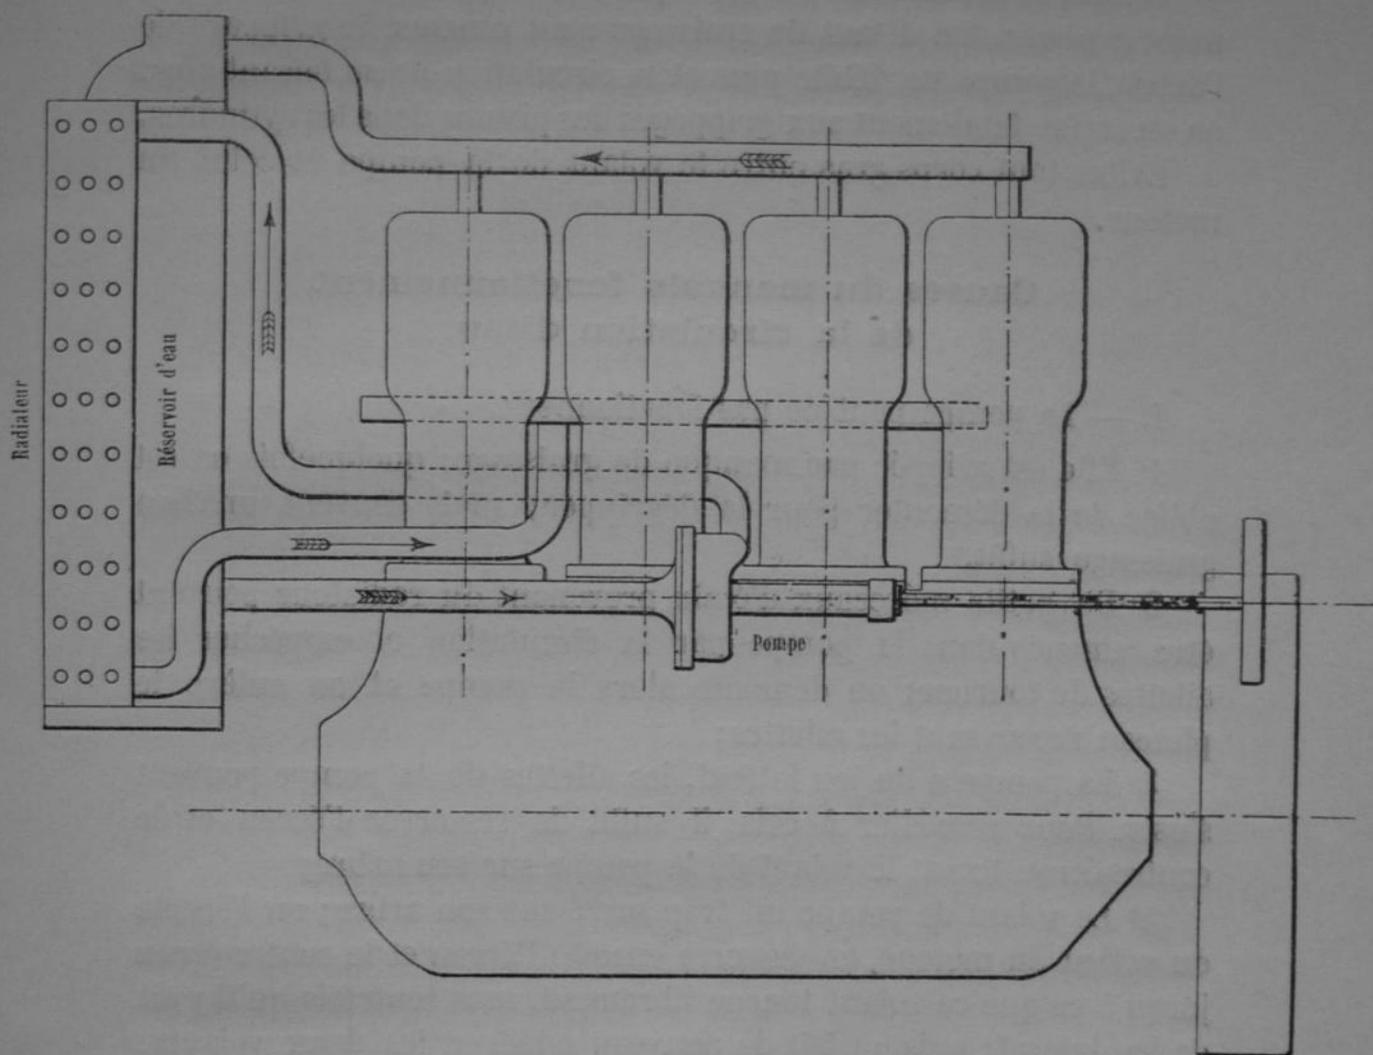

Fig. 22. — Circulation d'eau.
Dans les voitures ayant le réservoir d'eau autour du radiateur (*fig. 22*), l'eau sort des culasses par le haut, se rend au réservoir où elle est aspirée par la pompe qui la refoule au radiateur et, de là, elle se rend au moteur (1).